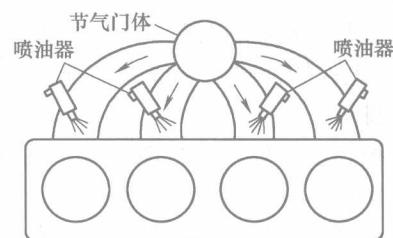

图 1-5 进气道喷射
1) 进气道喷射。进气道喷射(图 1-5)是指在每个气缸的进气门前安装一个喷油器。喷油器喷射出燃油后，在进气门附近与空气混合形成可燃混合气，这种喷射系统能较好地保证各缸混合气总量和浓度的均匀性。目前大多数车型如奥迪 A6、本田雅阁以及捷达等都采用这种多点燃油喷射系统。